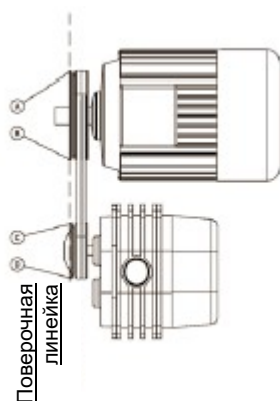

Рисунок 10 - Установка приводных шкивов
1. Присоедините агрегат к системе и удостоверьтесь, что вентили открыты. Если впускная линия присоединена через воздуховод, рекомендуем при стартовом прогоне системы установить на впуске металлический сетчатый фильтр. Он задержит загрязнения и мусор, которые могут находиться в воздуховодах системы (см. рис. 10). После первых 15 минут работы прочистите фильтр, а после 24 часов снимите его и замените прокладкой.